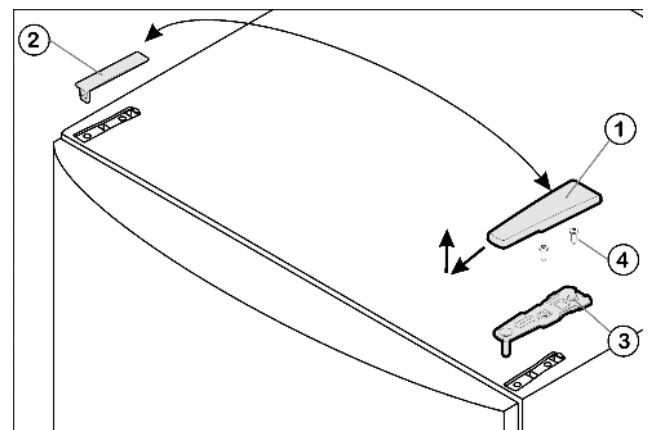

Fig. 5
- ▶ Abdeckung Fig. 5 (1) nach vorne und oben abziehen.
- ▶ Abdeckung Fig. 5 (2) abheben.
- ▶ Oberen Lagerbock Fig. 5 (3) abschrauben (2 mal Torx® 25) Fig. 5 (4) und nach oben abziehen.
- ▶ Oberen Lagerbock Fig. 5 (3) auf der neuen Scharnierseite in die Tür einsetzen.
- ▶ Oberen Lagerbock fest (mit 4 Nm) anschrauben (2 mal Torx® 25) Fig. 5 (4). Schraublöcher evtl. vorstechen oder Akkuschauber verwenden.
- ▶ Abdeckung Fig. 5 (1) und Abdeckung Fig. 5 (2) jeweils auf der Gegenseite von außen aufsetzen und einrasten.